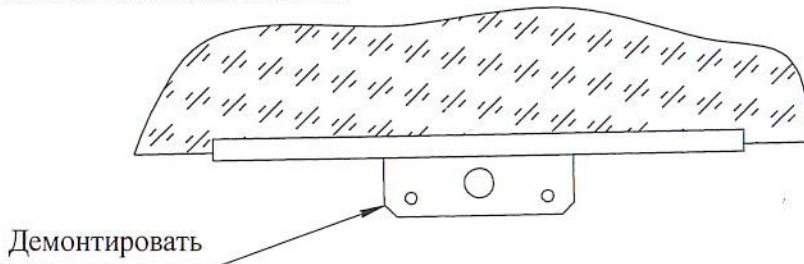

Рис. 1
6.5 Если на стеклах установлены металлические обоймы - демонтировать их (см. рис. 1).